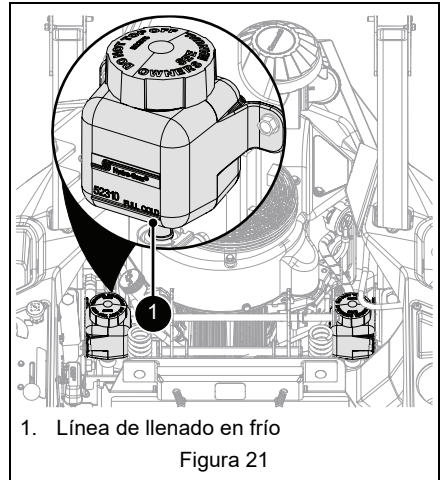

Figura 21
2. Compruebe el nivel del aceite en los depósitos de expansión. El aceite debe llegar a la marca de llenado en frío. Consulte Figura 21.
- b. Llenar los depósitos de expansión con aceite sintético 15W-50 hasta que llegue a la marca de llenado en frío. Consulte Figura 21.